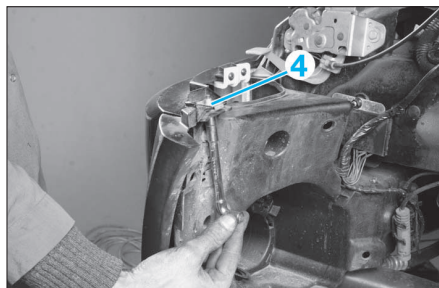

FIG. 19
- De chaque côté, déposer les vis (4) (Fig.19).